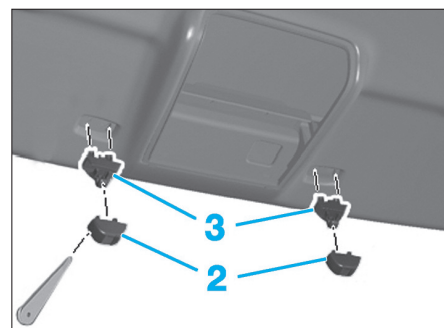

FIG. 68
- Dégrafer les caches (2) et retirer les paliers intérieurs de pare-soleil (3) (Fig.68).